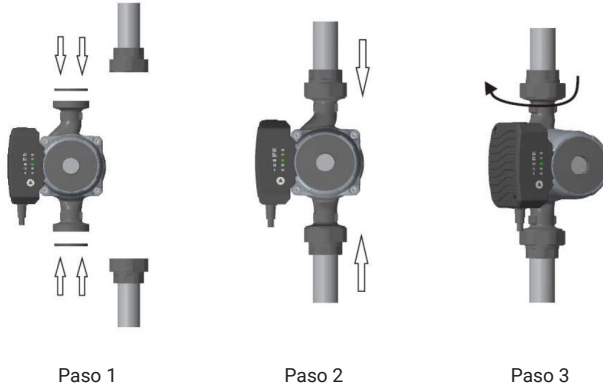

FIGURA 1
1. Al instalar la bomba en la tubería, es necesario instalar las dos juntas selladas suministradas. (como se muestra en los pasos de la figura 1).